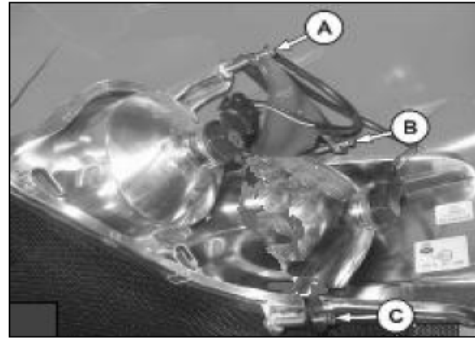

Fig. 135
2. Gire los tornillos (A), (B) y (C) para ajustar la alineación de las luces (Fig. 135)